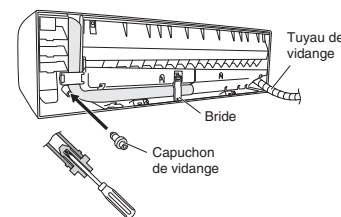

Fig. 3-100
- (d) Fixer à nouveau le tuyau de vidange sur le côté gauche et le capuchon de vidange sur le côté droit. (Fig. 3-100)
- (3) Installer l'unité intérieure sur le panneau arrière.
- (4) Connecter la tuyauterie et le câblage acheminés de l'extérieur à l'intérieur.
- (5) Après avoir effectué le test de fuite, regrouper la tuyauterie avec un ruban d'armature et la placer dans la zone de stockage à l'arrière de l'unité intérieure. La maintenir avec des pinces. (Figs. 3-100 et 3-102)